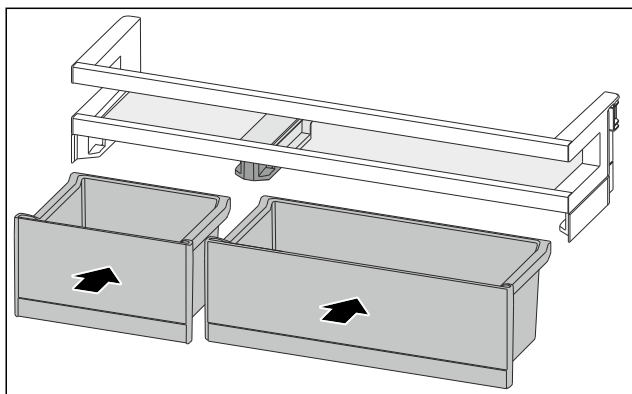

Fig. 115
- ▶ VarioBoxy vložte v opačném pořadí. (viz Fig. 115)